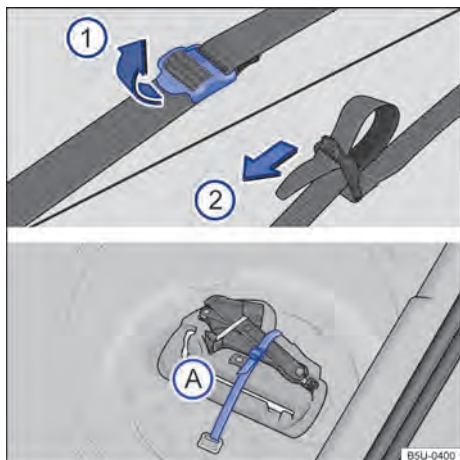

Fig. 127 En el maletero: cinta de fijación de la caja de herramientas y caja de herramientas de a bordo.
Para soltar la cinta de sujeción → fig. 127 (A), tirar del clip en el sentido de la flecha (1).